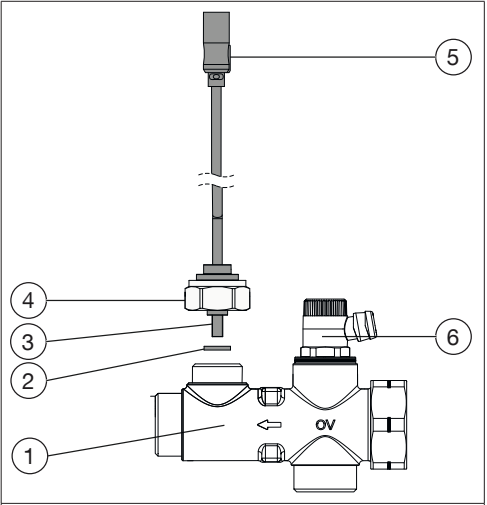

Abb. 1: Aufbau
Lösen Sie die Überwurfmutter (siehe Abb. 1 (4)) des Volumenstromsensors und ziehen Sie sie über die Steckverbindung vom Hall-Effekt Sensor. Die Überwurfmutter wird für die Montage des neuen Hall-Effekt Sensors benötigt.
Achten Sie dabei darauf, dass Sie den O-Ring (siehe Abb. 1 (2)) mit entfernen.